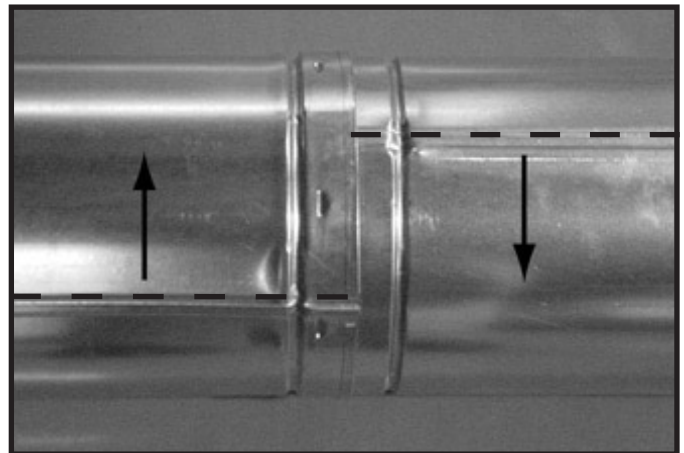
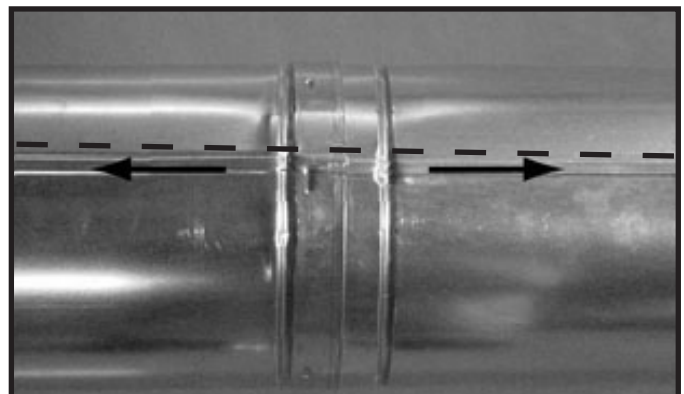

Figure 7.9 Pivoter les joints pour le démontage
Figure 7.10 Aligner et démonter les sections de conduit.
- Pivotez l'une des sections (figure 7.9) de façon à ce que les joints des deux sections des conduits soient alignés, comme indiqué sur la figure 7.10.